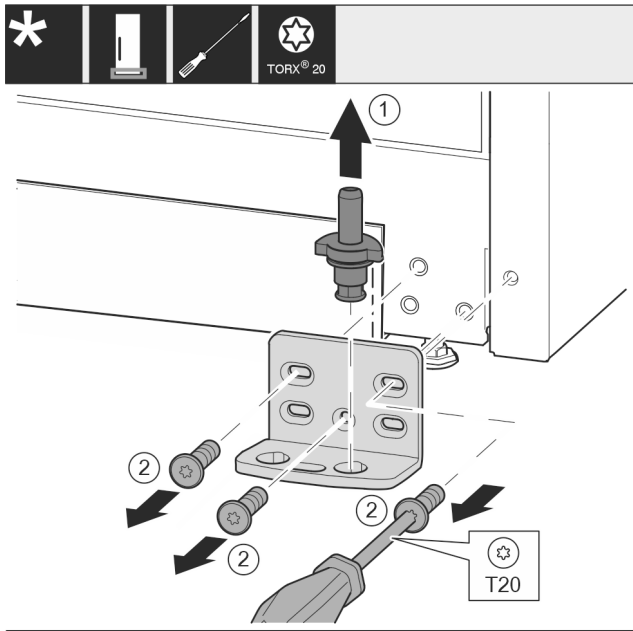

Fig. 12
- ▶ Irrota laakeripultti kokonaan vetämällä se pois yläkautta. Fig. 12 (1)
- ▶ Kierrä ruuvit irti T20-ruuvimeisselillä ja irrota laakeripukki. Fig. 12 (2)